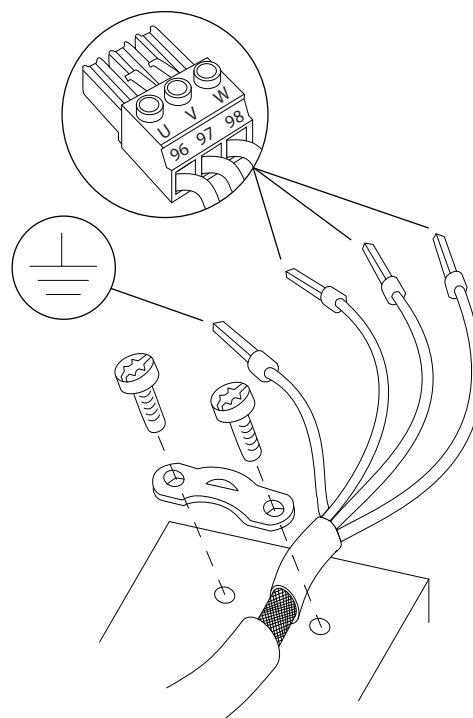

Ilustración 4.5 Conexión del motor
3. Conecte el cable de toma de tierra al terminal de conexión a tierra más cercano, según las instrucciones de conexión a tierra que aparecen en el *capítulo 4.3 Conexión a tierra*. Consulte el *Ilustración 4.5*.
4. Conecte el cableado del motor trifásico a los terminales 96 (U), 97 (V) y 98 (W), como se muestra en la *Ilustración 4.5*.